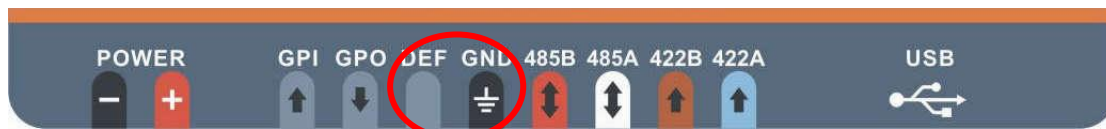

图 2.5 ZWG-21B 恢复出厂设置的端子
- 用镊子或导线短接如图 2.5 中所示的 DEF 和 GND 两个端子；